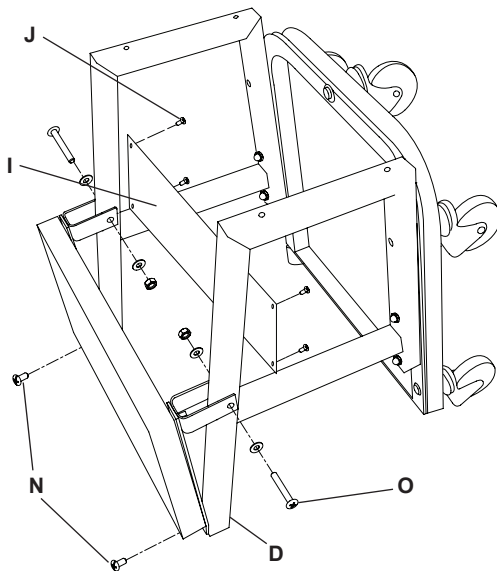

Figure 3 : Installation du galet
3. Fixez le siège du galet sur les bâtis latéraux (D) du galet à l'aide de deux vis Phillips M6 x 40 (O), avec des rondelles (P), des écrous (Q), et deux vis Phillips M6 x 12 (J) (Figure 3).